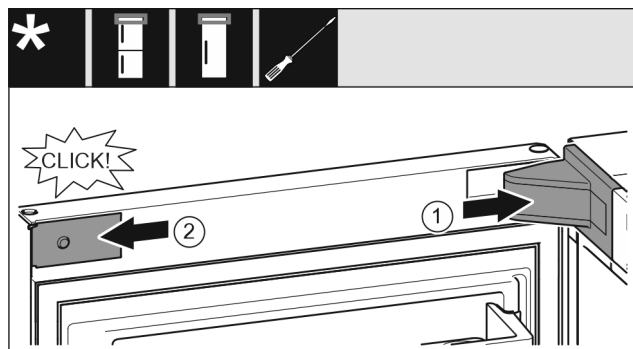

Fig. 22
► Встановіть та зафіксуйте кришку опорного кронштейна Fig. 22 (1), у разі необхідності – обережно розтисніть.
► Встановіть збоку і зафіксуйте накладку Fig. 22 (2).